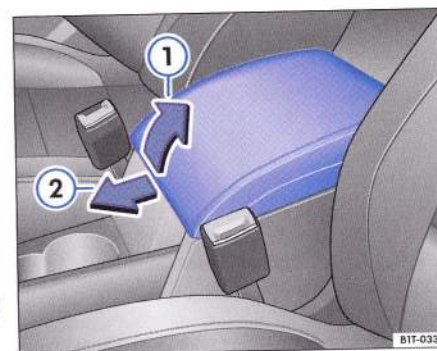

Fig. 58 Cotiera față.
- Ridicați cotiera treptat, în sensul indicat de săgeată ⇒ fig. 58 până se atinge poziția dorită.